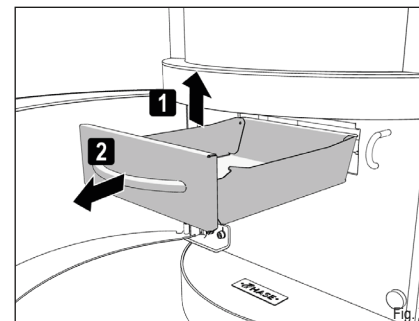

Fig. 7
- ▶ Rimuovete dal manico il cassetto cenere dall'apertura (Fig. 7).